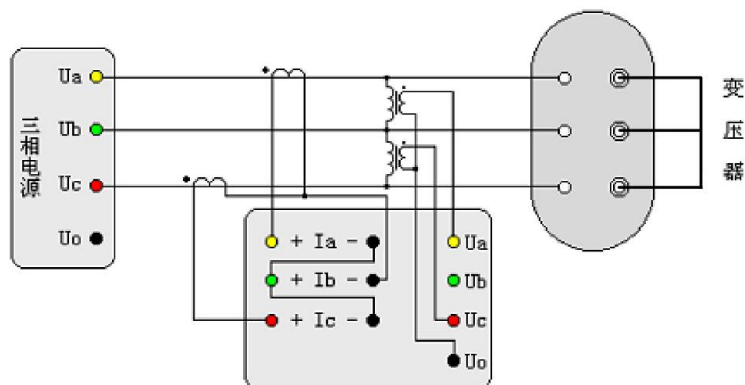

图 5-6 三相三线经 PT 和 CT 测量负载损耗
(6) 三相三线电源测量变压器短路（负载）损耗：与三相三线变压器测量空载损耗的接线方式基本相同，按照图 5-6 接线，做短路实验时变压器的非加压侧的三个出线端人工短连接。如果高压或中压侧出线套管装有环形电流互感器时，试验前电流互感器的二次一定要短接。